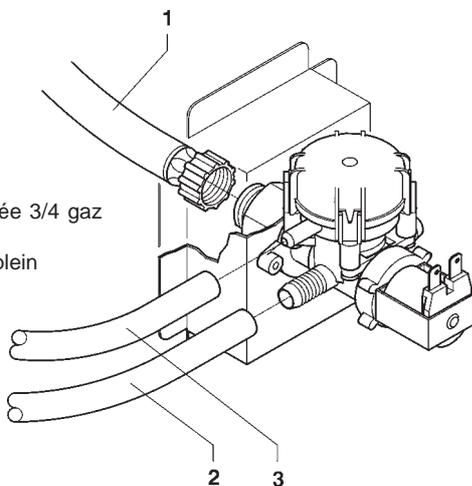

Fig. 14
Avec un tube approprié, à même de supporter la pression de réseau, et de type reconnu pour emploi alimentaire avec un diamètre interne d'au moins 6 mm, relier le réseau au raccord 3/4" gaz de l'électrovanne de l'arrivée d'eau (voir fig. 14).
L'électrovanne d'entrée de l'eau (voir fig. 14) est équipée d'un dispositif anti-débordement, qui bloque mécaniquement l'entrée d'eau lors d'une panne de l'électrovanne ou du mécanisme de contrôle du niveau d'eau dans la chaudière.
- dévisser l'écrou de fixation du tuyau d'alimentation de l'électrovanne pour décharger la pression résiduelle du réseau puis le resserrer (voir fig. 14) ;